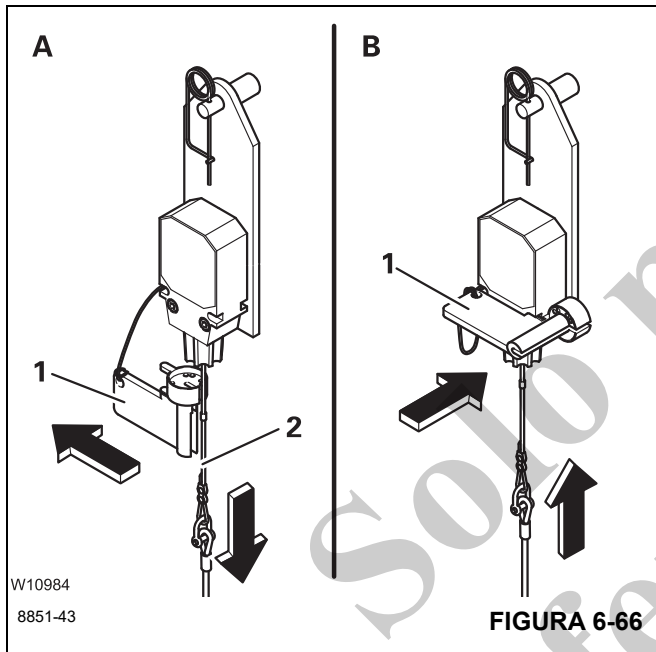

FIGURA 6-66
- (A), (Figura 6-66) – Tire el cable hacia abajo (2) y retire la tapa (1) – el bloqueo se libera.
- (B), (Figura 6-66) – Coloque la tapa (1) en el interruptor de prevención del contacto entre bloques.